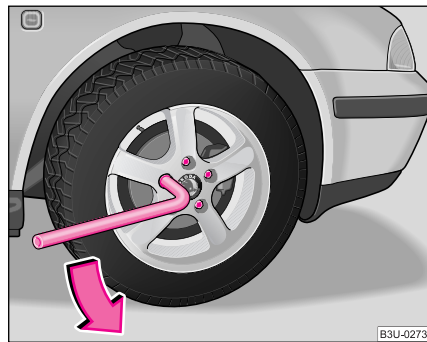

Fig. 180 Înlocuirea roții: Slăbirea șuruburilor de roată
- Prindeți cu mâna capătul cheii și rotiți șurubul cca. o rotire spre stânga ♥ fig. 180.